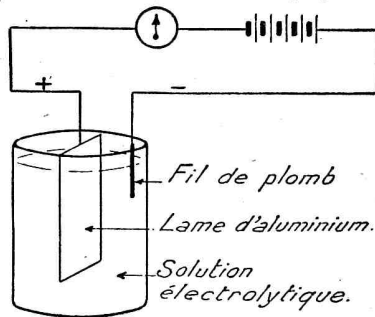

Fig. 5
La fig. 5 permet d'en comprendre facilement le principe. Une plaque
c) La capacité dépend essentiellement de l'épaisseur de la pellicule d'alumine. Celle-ci dépend, dans une certaine mesure, de la tension à laquelle est utilisé le condensateur. Il en résulte évidemment qu'un condensateur constitué comme nous l'indiquons fig. 5, n'a pas une capacité aussi bien définie que celle d'un condensateur au papier, par exemple. Notons, à titre
Les anciens condensateurs électrolytiques dits « à liquide », étaient — peut-on écrire — la traduction pratique de l'expérience de la figure 5. L'anode était une pièce d'aluminium dont la forme était choisie pour que la surface soit aussi grande que possible. Elle plongeait dans un bain d'un électrolyte convenable. On prévoyait une certaine réserve de liquide pour tenir compte de l'évaporation et de l'électrolyse. L'ensemble devait être étanche et cependant permettre l'évacuation des gaz : d'où la nécessité d'une soupape.
C'est un perfectionnement du précédent. Notons bien qu'on l'a baptisé de différents noms : *électrolytique*, *électrochimique* et même *physico-chimique*. Mais ces différents pavillons couvrent la même marchandise. Le liquide de la fig. 5 a été tout simplement immobilisé ou rendu beaucoup plus difficilement volatil en le mélangeant avec de la glycérine, qui ne joue ici qu'un rôle passif.